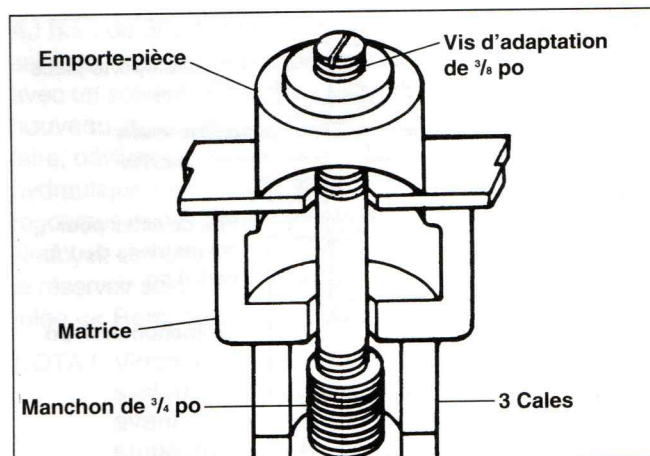

Figure 3 – Décochage de trous de $\frac{1}{2}$ po
5. Positionnez la matrice de $\frac{1}{2}$ po sur le manchon de $\frac{3}{8}$ po avant de faire passer l'extrémité du manchon à travers l'avant trou déjà percé, puis filetez l'emporte-pièce sur le manchon de manière à ce que sa pointe vienne à peine toucher la surface du matériau (Figure 3). Actionnez la pompe comme indiqué ci-dessous.